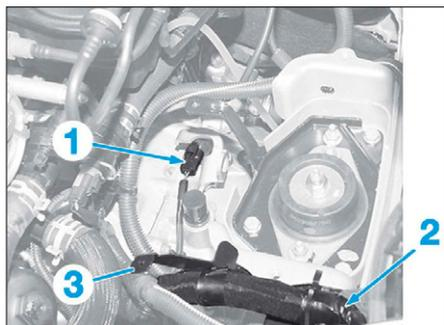

FIG. 15
- Débrancher le connecteur (1) (Fig.15).
- Écarter le faisceau électrique (2).
- Déposer le support (3).